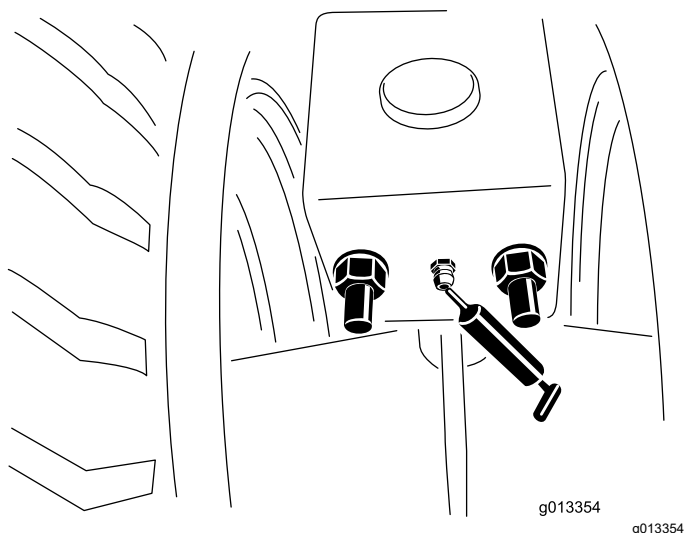

Figura 54
1. Curățați fittingurile de lubrifiere (Figura 54).